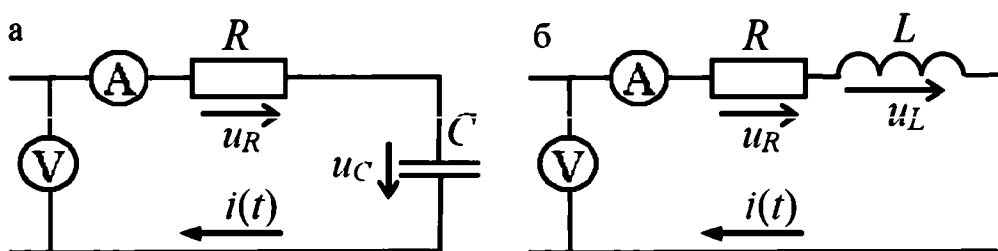

Рис. 1.20. Схемы RC-цепи (а) и RL-цепи (б)
- собрать R-C цепь по схеме на рис. 1.20, а;
- собрать R-L цепь по схеме на рис. 1.20, б;